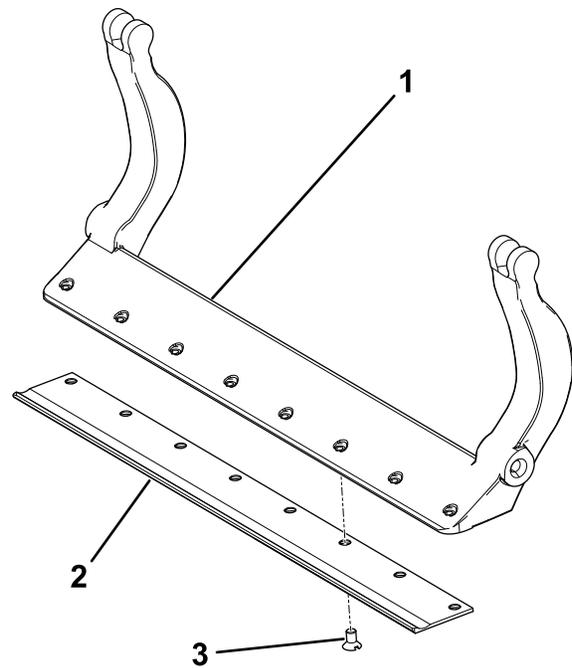

**Bild 33**
5. Ziehen Sie die Federspannungsmutter an, bis die Feder zusammengedrückt ist, drehen Sie sie dann um eine halbe Umdrehung heraus (Bild 33).